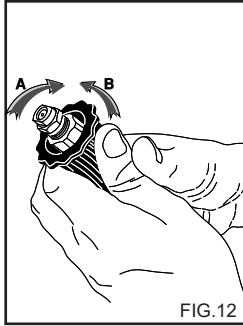

FIG.12
GEBRAUCH DES VERSTELLBAREN SPRÜHKOPFS (Fig.12).
2) Den Hochdruckreiniger anlaufen lassen, den Reinigungsmittelhahn (falls vorhanden) aufdrehen, die Steuerung für das Absaugen des auf der Lanze (Fig. 12) vorhandenen Reinigungsmittels betätigen und nun das Mittel von unten nach oben auf der ganzen, zu reinigenden Oberfläche verteilen. Ein paar Minuten lang einwirken lassen.